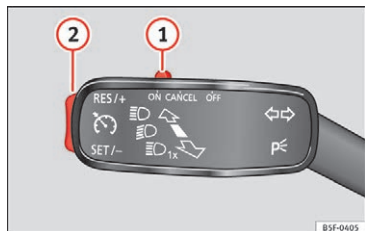

Fig. 39
- Aktivering af fartpilot: Skub kontakten » » Fig. 39 ① til positionen **ON**. Systemet er aktiveret. Da der endnu ikke er gemt nogen hastighed, regulerer systemet ikke endnu.
- Brug af fartpilot: Tryk på knappen » » Fig. 39 ② i området **SET/-**. Den aktuelle hastighed gemmes, og systemet regulerer.
- Midlertidig deaktivering af fartpilots regulering: Tryk kontakten » » Fig. 39 ① til positionen **CANCEL**, eller trød på bremsepedalen. Reguleringen deaktiveres midlertidigt.
- Genoptagelse af fartpilots regulering: Tryk knappen » » Fig. 39 ② mod **RES/+**. Den gemte hastighed gemmes og indstilles på ny.
- Forøgelse af gemt hastighed, mens fartpiloten regulerer: Tryk på knappen ② i området **RES/+**. Bilen accelererer, indtil den nye, gemte hastighed er nået.
- Reducering af gemt hastighed, mens fartpiloten regulerer: Tryk på knappen ② i området **SET/-** for at reducere hastigheden i trin a 1 km/h (1 mph). Hastigheden bliver reduceret, indtil den nye gemte hastighed nås.
- Deaktivering af fartpilot: Skub kontakten » » Fig. 39 ① til positionen **OFF**. Systemet bliver deaktiveret, og den gemte hastighed bliver slettet.